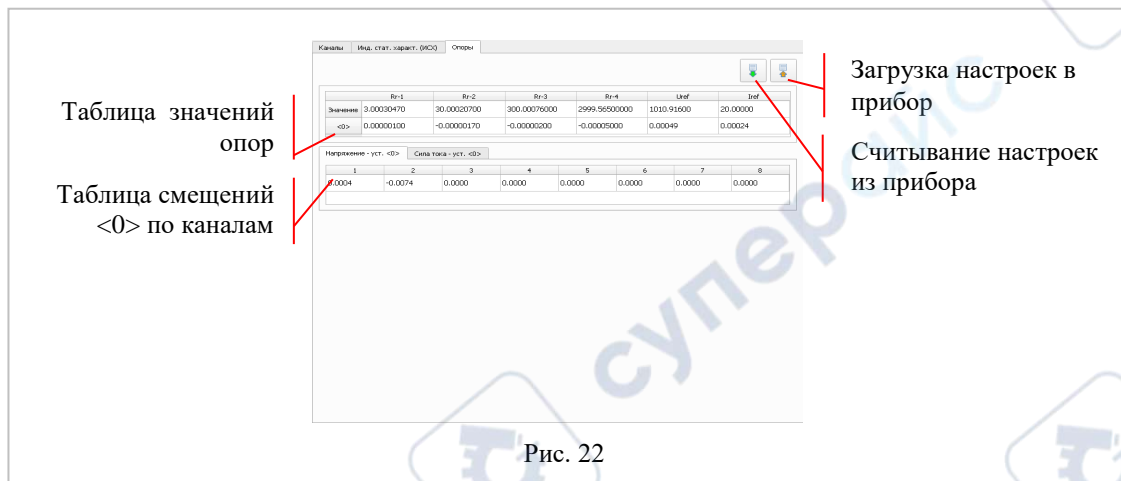

Рис. 22
4.2.14.3.3 Вкладка «Опоры», рис. 22